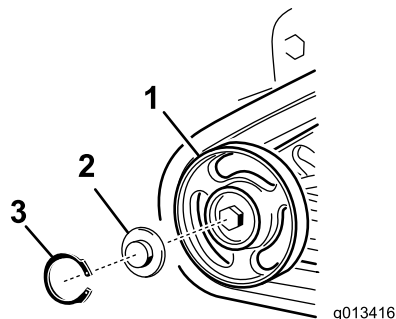

Figura 63
4. Rimuovete l'anello elastico e il tappo da una ruota non motrice (Figura 63).
5. Controllate il grasso sotto il tappo e attorno alla guarnizione (Figura 63). Se risulta sporco, sabbioso o consumato, eliminatelo completamente, sostituite la guarnizione e applicate del grasso nuovo.
7. Collocate il tappo ingrassato della ruota non motrice sulla testa del bullone (Figura 63).
8. Fissate il tappo della ruota con l'anello elastico (Figura 63).